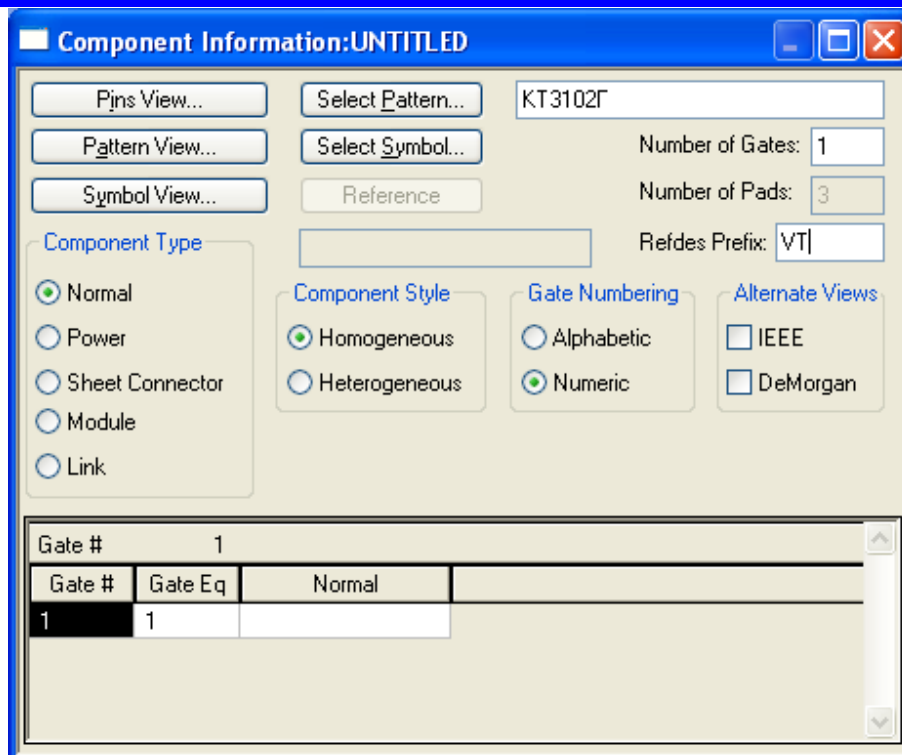

Рисунок 3.17– Установка параметров в диалоговом окне **Component Information**
- в поле **RefDes Prefix** (Префикс позиционного обозначения) ввести **VT** (рис. 3.17).
- В диалоговом окне **Component Information** (рис. 3.17) нажать кнопку **Pin Views**. В результате появится заготовка таблицы упаковочной информации.